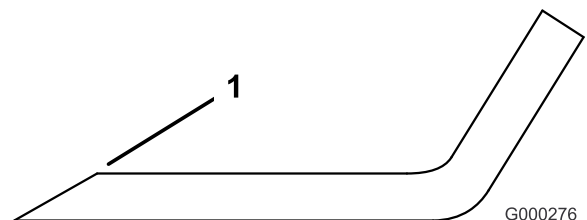

Figura 100
1. Utilice una lima para afilar el filo de corte en ambos extremos de la cuchilla (Figura 100). Mantenga el ángulo original. La cuchilla permanece equilibrada si se retira la misma cantidad de material de ambos bordes de corte.